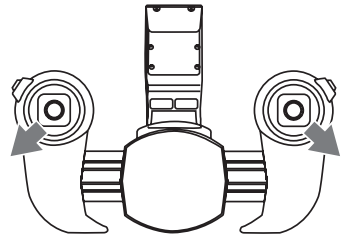

Bild 9
- Starten Sie die Rotoren, indem Sie beide Steuerhebel wie in Bild 9 gezeigt bewegen. Die Rotoren starten.
- Stellen Sie jetzt beide Steuerhebel in die Neutralstellung. Wollen Sie die Rotoren wieder abstellen, so ziehen und halten Sie für ca. zwei Sekunden beide Steuerhebel in der Position, die Sie für das Starten der Rotoren (siehe Bild 9) angewendet haben.
- Versuchen Sie, möglichst in der Vertikalen zu landen („Hubschrauberlandung“). Vermeiden Sie Landungen mit hohen horizontalen Geschwindigkeiten („Flugzeuglandung“). Schalten Sie – sofern noch nicht geschehen - nach der Landung die Motoren ab (siehe Bild 9).